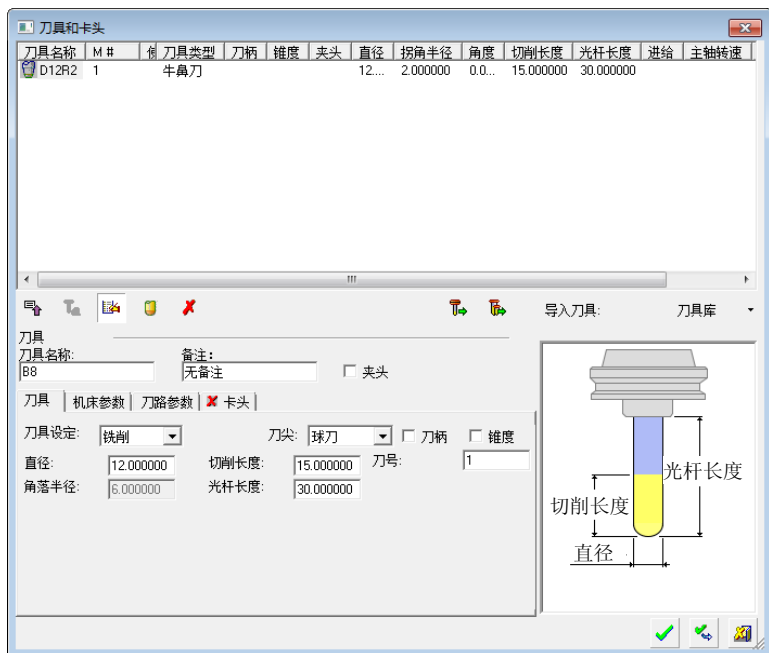

图 3-68 创建 B8 球刀
2) 创建 B8 球刀。单击“加工向导”工具栏上的“刀具”按钮，弹出“刀具和卡头”对话框，单击新刀具按钮，设置刀具参数，如图 3-68 所示。依次单击确定按钮，完成刀具创建。